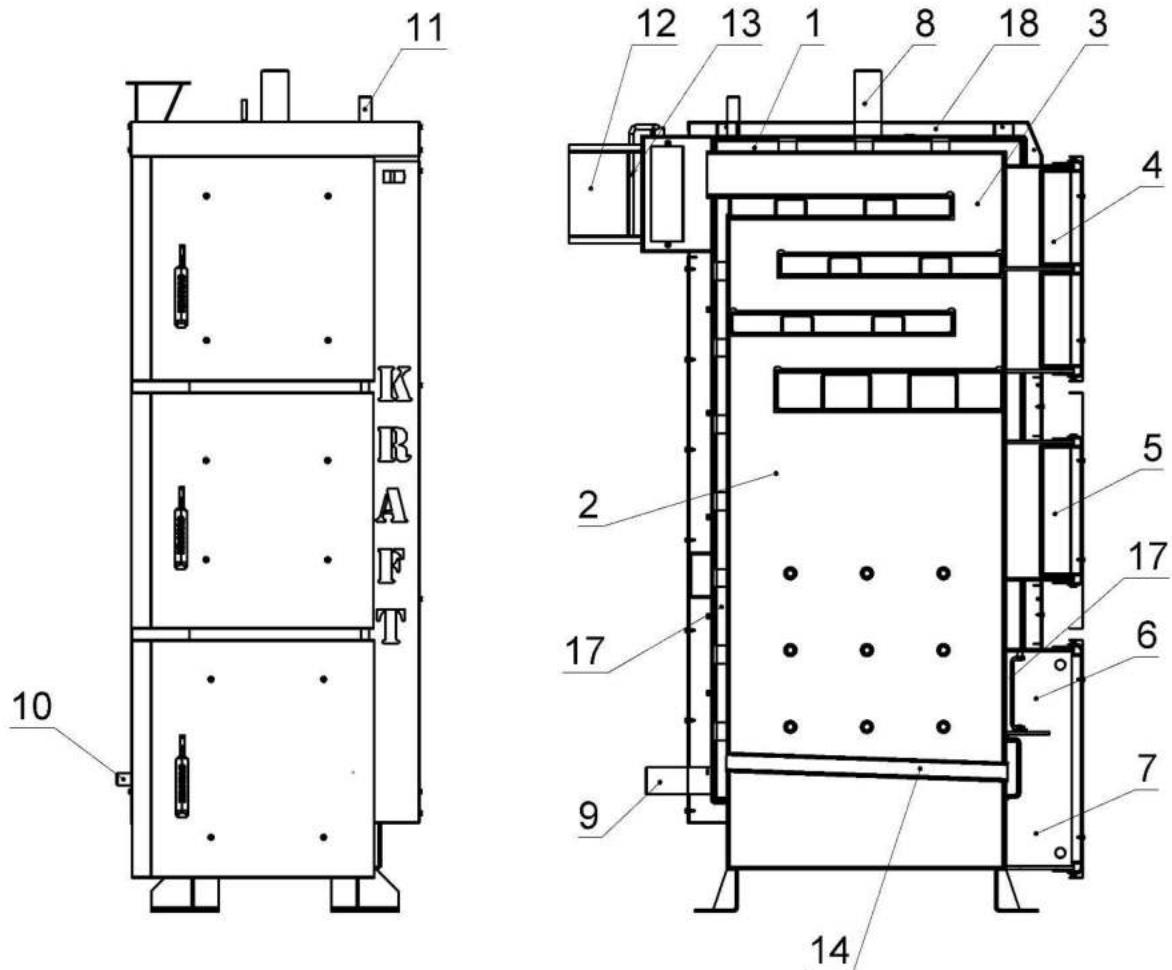

Рисунок 5.1 – Зовнішній вигляд та основні елементи котла типу КТ
Конструктивно котел являє собою збірно-зварену конструкцію, що складається з корпуса (поз. 1, рис. 5.1) з камерою згоряння (топкою) (поз. 2, рис. 5.1). Над топкою розташована конвекційна частина котла (поз. 3, рис. 5.1), що являє собою високоефективний чотирьохходовий теплообмінник.
Корпус котла виконаний в формі паралелепіпеду з подвійними стінками, які розділені водними перегородками (поз. 17, рис. 5.1). На зовнішній поверхні корпуса під декоративною обшивкою закріплена теплова ізоляція (поз. 18, рис. 5.1). Паливо для процесу спалення завантажується на колосникові грати (поз. 14, рис. 5.1) крізь завантажувальні дверцята (поз. 5, рис. 5.1). Колосникові грати виконані з товстостінних безшовних труб по яких постійно циркулює вода з водяної оболонки котла, що унеможливлює їх прогорання. Згоряння палива в топці відбувається за участю повітря, яке постачається під колосникові грати припливним вентилятором. Кількість повітря, необхідного для процесу згоряння, регулюється автоматично блоком автоматики управління.
Підведення і відведення теплоносія здійснюється відповідно через патрубки зворотної мережної води (поз. 9, рис. 5.1) і прямої мережної води (поз. 8, рис. 5.1).
Топочні гази виходять у димохід крізь боров (поз. 12, рис. 5.1), розташований у задній частині котла. Боров обладнано вбудованим дросельним клапаном продуктів згоряння – шибером (поз. 13, рис. 5.1). У випадку надто високої тяги у димоході шибер дає можливість її знизити шляхом часткового перекривання вихідного отвору борова.
У верхній частині корпуса котла розташований штуцер для встановлення групи безпеки котла (поз. 11, рис. 5.1).
На бічній стінці корпуса у нижній її частині розміщено штуцер для зливу води з котла (поз. 10, рис. 5.1).
- дверцята для періодичного обслуговування (чищення) конвекційної частини котла (поз. 4, рис. 5.1);
- ревізійний дверцята (поз. 6, рис. 5.1) для періодичного чищення колосниковых грат;
- дверцята зольника (поз. 7, рис. 5.1) для можливості спорожнення зольника.